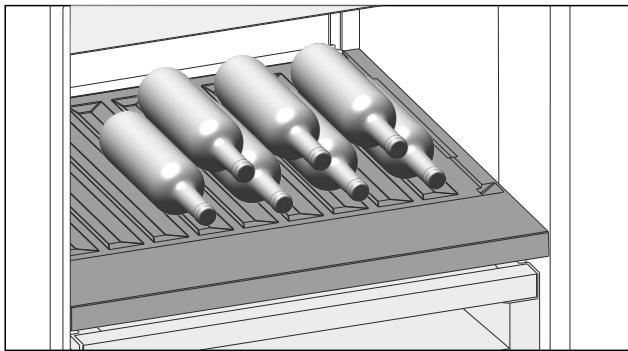

Fig. 115
- Láhve ukládejte dnem dozadu k zadní stěně. (viz Fig. 115)